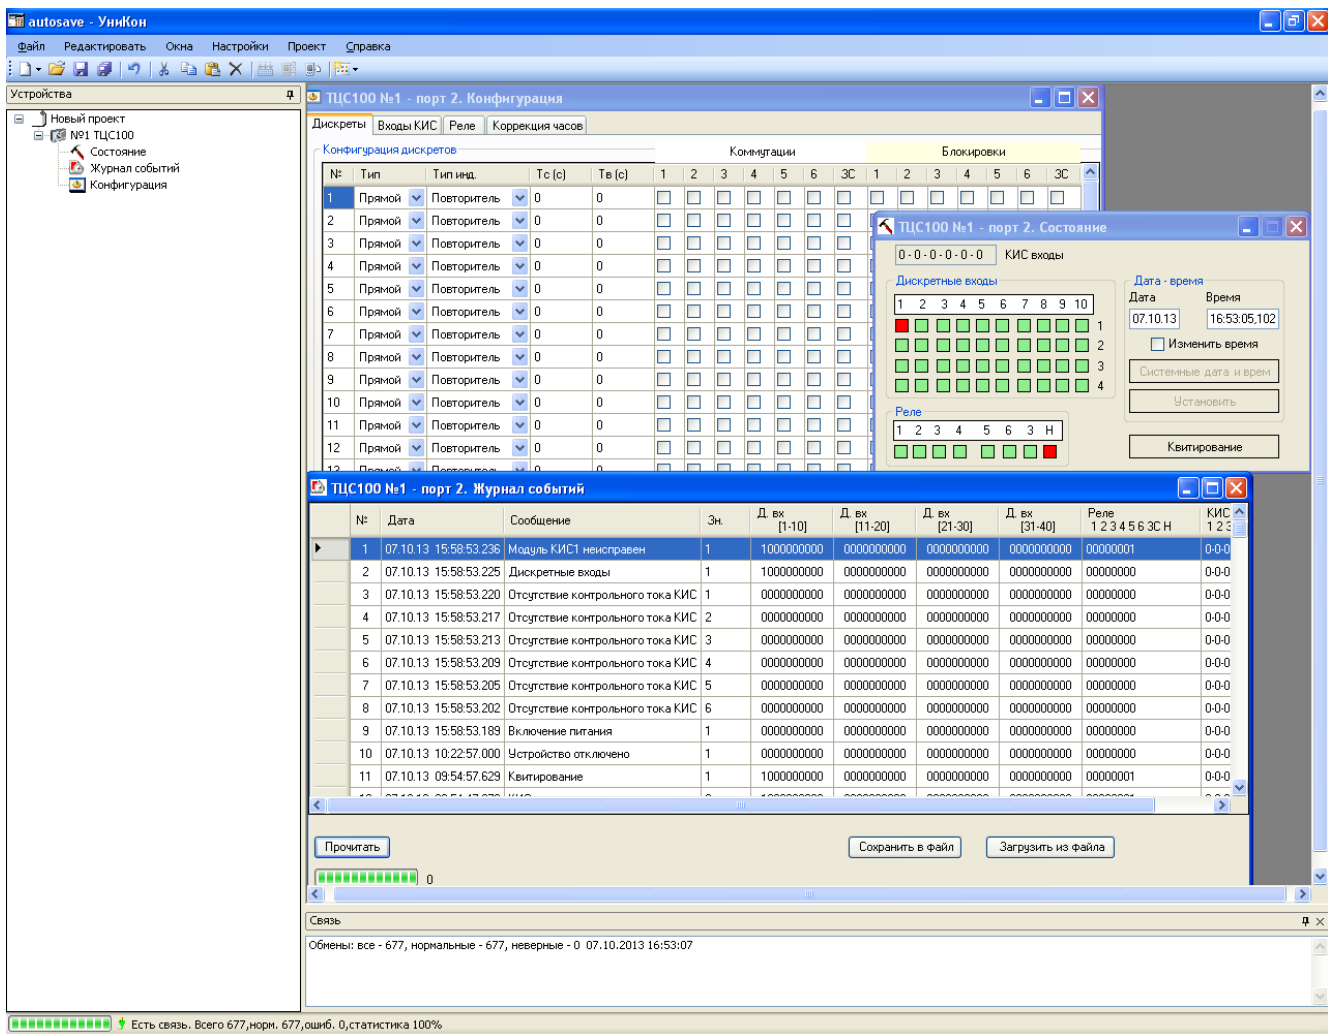
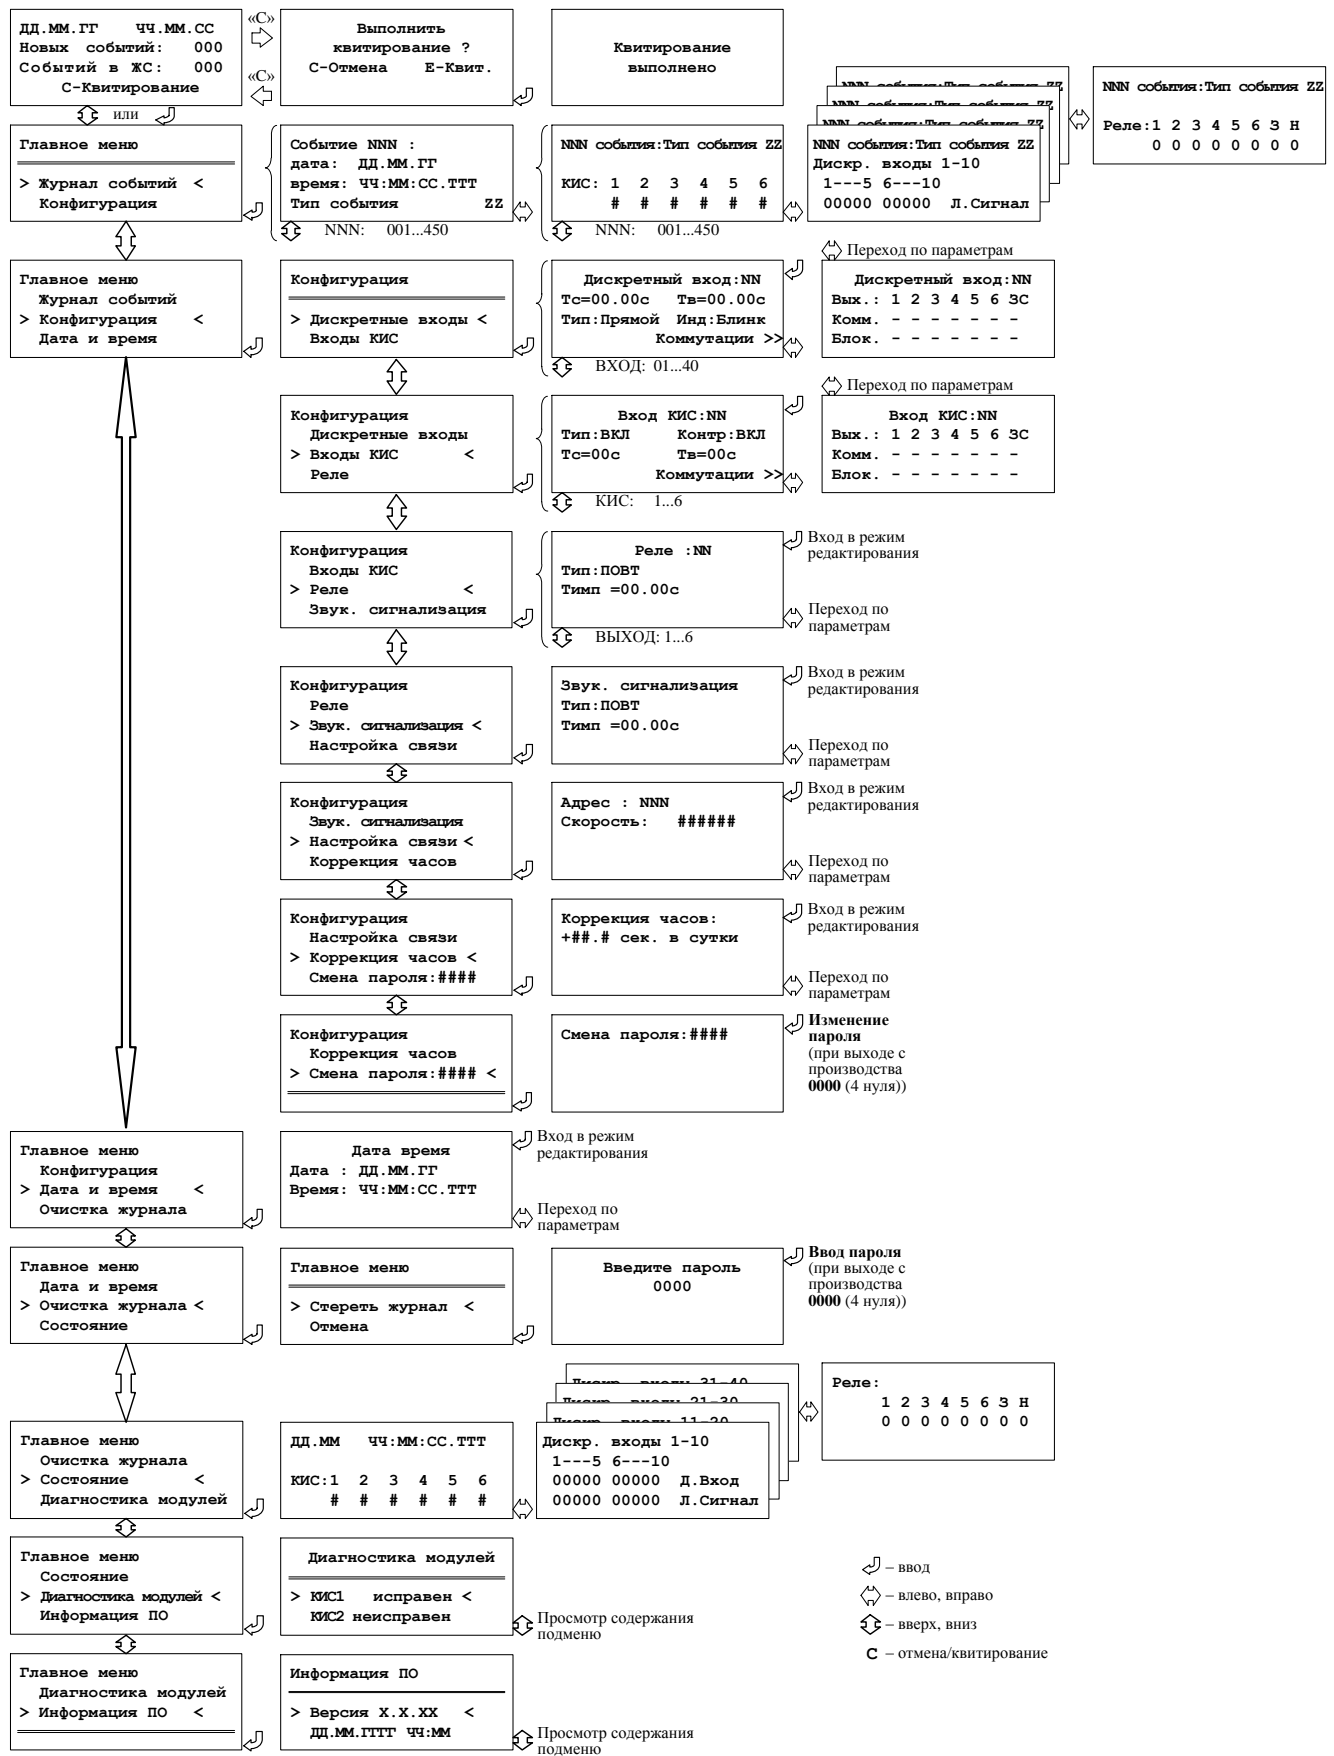

Рисунок 1.3 – Программный комплекс «УниКон»
Рисунок 1.4 – Структура меню
**1.4.1.2** Конфигурация ТЦС, просмотр журнала событий и текущего состояния системы осуществляется с помощью программного комплекса «УниКон» (рисунок 1.3) или непосредственно с пульта ТЦС (рисунок 1.4).
1.4.2.1 На передней панели ТЭС расположен ЖКИ, позволяющий отображать 4 строки по 20 символов. Вся информация, выводимая на ЖКИ, делится на кадры (рисунок 1.4).
**1.4.3.1** ТЦС обеспечивает регистрацию до 450 последовательных событий в «Журнале событий» с фиксацией времени, даты и текстового сообщения о событии (рисунок 1.3).
**1.4.3.3** Для просмотра записей в «Журнале событий» с пульта ТЦС необходимо выбрать соответствующую позицию в «Главном меню» (рисунок 1.4) и войти в нее, нажав кнопку «ВВОД».
**1.4.4.1** Для просмотра и изменения конфигурации ТЦС с помощью пульта выбирается соответствующая позиция в «Главном меню» (рисунок 1.4).
**1.4.5.3** Настройка дискретных входов осуществляется в подменю «Дискретные входы» (рисунок 1.4), где для каждого из входов задается: